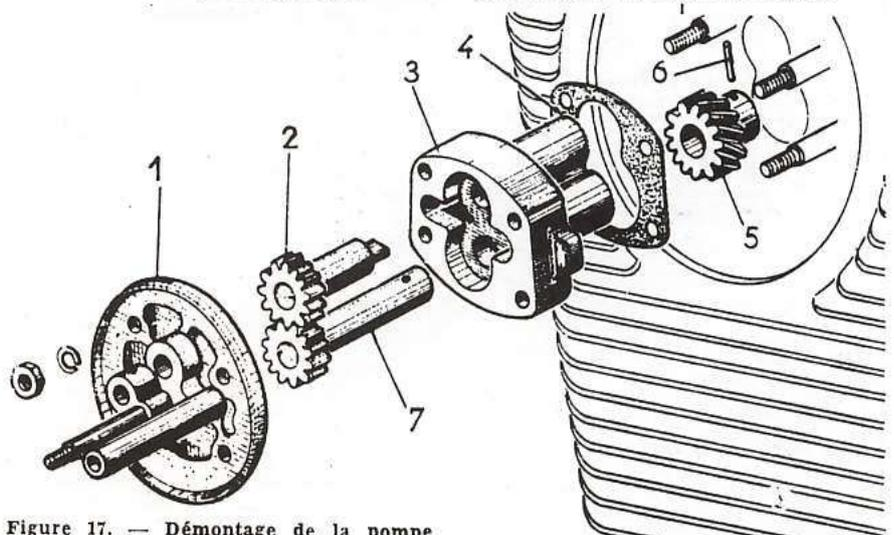

Figure 17. — Démontage de la pompe à huile
- Mettre en place le corps de pompe (3) (fig. 17) en engageant la roue de commande (5) dans le pignon hélicoïdal de l'arbre à cames.
- Monter le pignon mené (2) en cherchant à engager le tournevis mâle dans la fente d'entraînement de l'arbre de commande.
- Si le pignon mené ne s'engage pas à la fois dans l'arbre de commande et dans le pignon menant (7), redresser le corps de pompe et tourner d'une dent la roue de commande (5).
- Si nécessaire, renouveler l'opération jusqu'à ce que le pignon mené (2) s'engage à la fois dans les dents du pignon menant (7) et dans la fente d'entraînement.
Figure 17 bis. — Un système rend prioritaire le circuit de graissage des culbuteurs lorsque le moteur tourne au ralenti et que la pression d'huile baisse. Il comporte des clapets souples situés dans les chapes à trois voies sur les culasses et en sortie de pompe à huile. Au remontage ne pas oublier de positionner les deux ressorts clapets (neufs de préférence) dans le trou opposé à celui d'arrivée d'huile (ci-dessus)